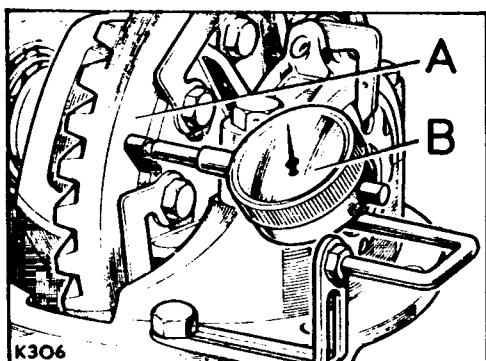

Fig. E1-61.- Verificación del centrado de la corona
6.16.- Con un micrómetro de esfera, D (Fig. E1-61), se comprobará el alabeo de la corona en su parte posterior, A, el cual no debe ser superior a 0,004" (0,10 mm.). Si se observase un descentrado excesivo, deben desmontarse la corona y caja de satélites, y volverse a colocar nuevamente en una posición distinta. Realizando de nuevo el montaje se verificará otra vez el descentrado repitiendo la operación hasta conseguir que aquél no exceda del valor máximo indicado.